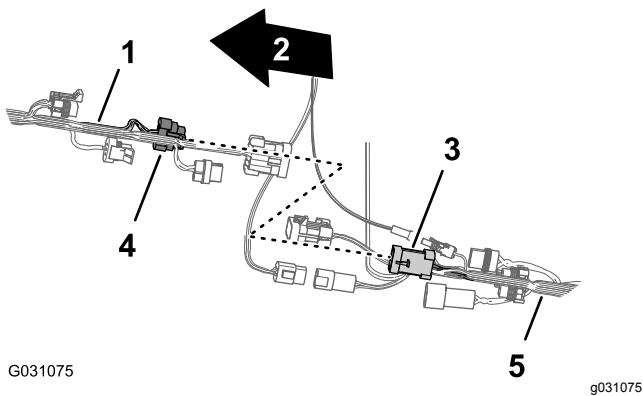

图 89
- 把用于打药车线束互连的前线束 8 针接头连接至用于喷洒率开关的后线束 8 插槽接头 图 89。